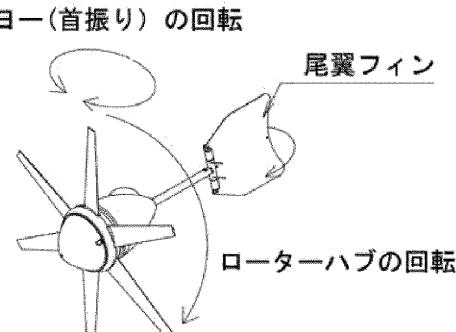

図1. 動作確認
- ① 点検作業の前に、風力発電機が地上に下ろされているか、ローターが回転していない状態に保たれているようにしてください。
- ② 次のいずれかの方法によりローターの回転を停止してください。
- ③ 風力発電機が止まっているとき、次の項目を点検してください。
- ・ローターハブとヨー(首振り)の回転は滑らかか。(図1)
- ・尾翼フィンは自由に動くか。(図1)